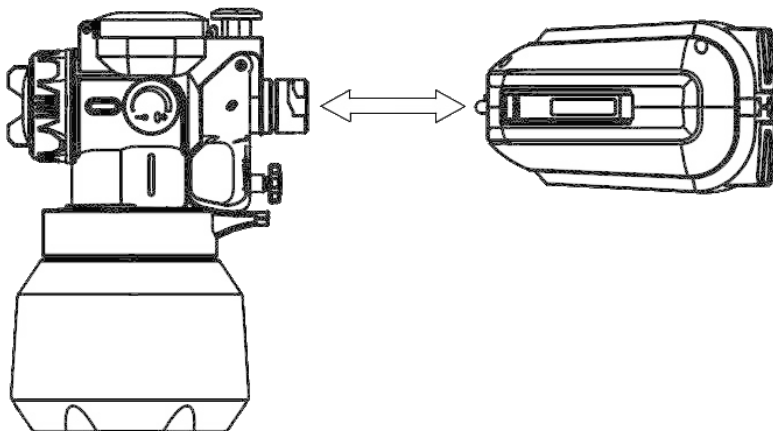

Рисунок 3
4.4 Від'єднайте корпус електродвигуна (10) від блока розпилення. Для цього, тримаючи виріб за рукоятку (8), натисніть і утримуйте кнопку (14) для розблокування блока розпилення. Потім поверніть корпус, відносно блока розпилення, на 90° у напрямку, протилежному руху годинникової стрілки, та роз'єднайте їх (дивіться рисунок 3).
4.6 Приєднайте корпус електродвигуна до блока розпилення, вирівнявши проріз з відповідним виступом на корпусі (дивіться рисунок 3). Поверніть корпус відносно блока розпилення, на 90° у напрямку руху годинникової стрілки.